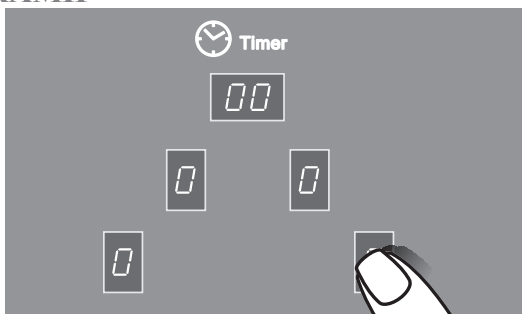

Рис.12
1. Коснуться зоны ^② с обозначением выбранной конфорки, после чего конфорка перейдет в режим управления. В соответствующем окне индикации загорится «0.» (ноль с точкой) (рис.12), во всех остальных окнах - «0» (ноль без точки).